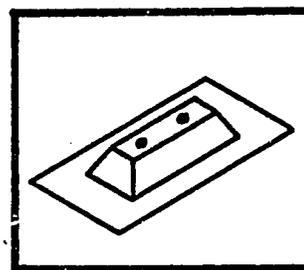

FIG. 16 - Moule "grenouille"
13. **Grenouille.** Une "grenouille" en bois (voir Figure 16) peut être insérée dans le moule pour produire un bloc partiellement creux. Ce bloc est avantageux parce qu'il n'utilise que les 4/5 du mélange requis pour un bloc normal--réduisant ainsi le coût et le travail. Ces blocs, quand ils sont placés sur un côté, conviennent aussi parfaitement pour créer des motifs décoratifs dans les murs. La "grenouille" doit rester toujours propre.